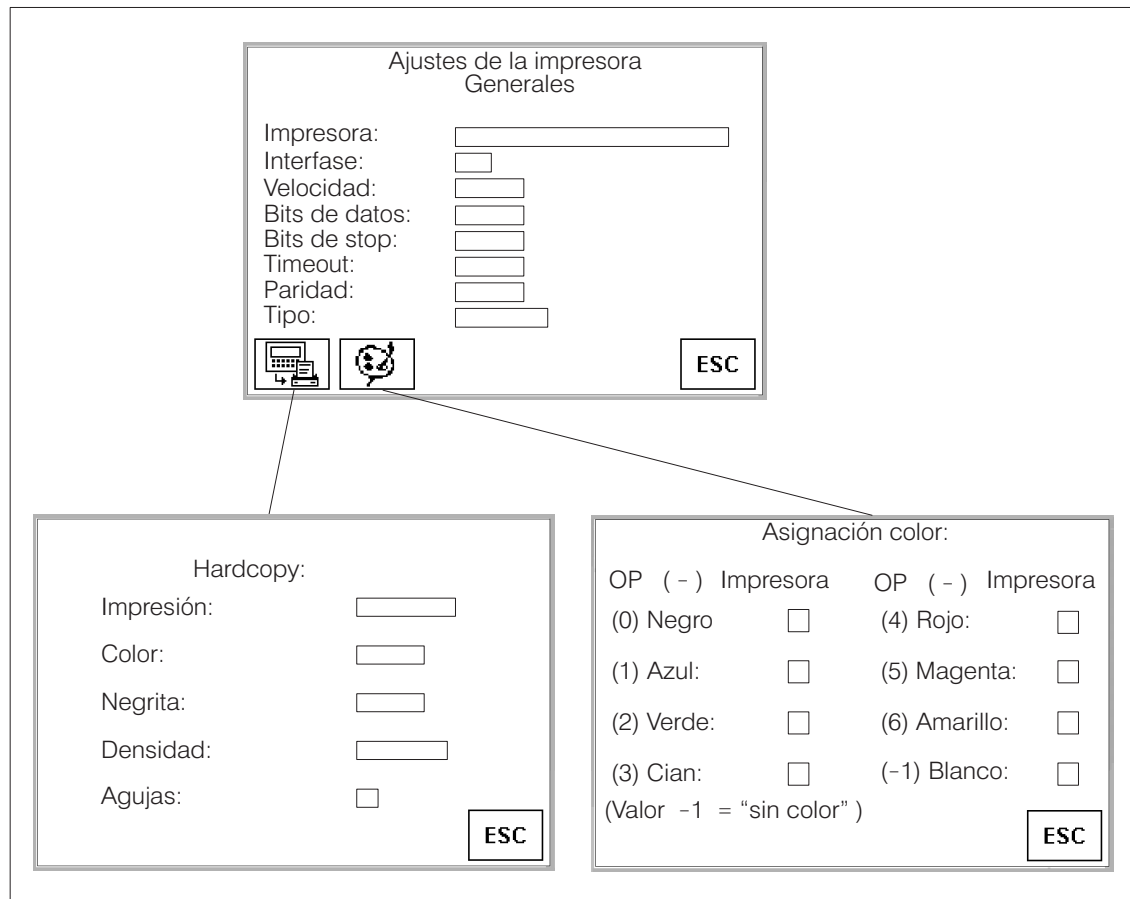

Figura 7-1 Imágenes estándar para el ajuste de la impresora (ejemplo OP27)
- en el OP27, en las imágenes estándar *Ajustes generales de la impresora*, *Hardcopy* y *Asignación de colores* (figura 7-1),